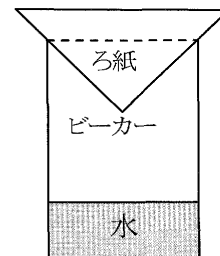

図2 ろ紙を用いた精製
⑤ ろ紙を折り、はさみで先端を切り取り 2～3mm の穴を開け、水に浸す。
⑥ 50ml ビーカーに水を入れ⑤を図2のように設置する。